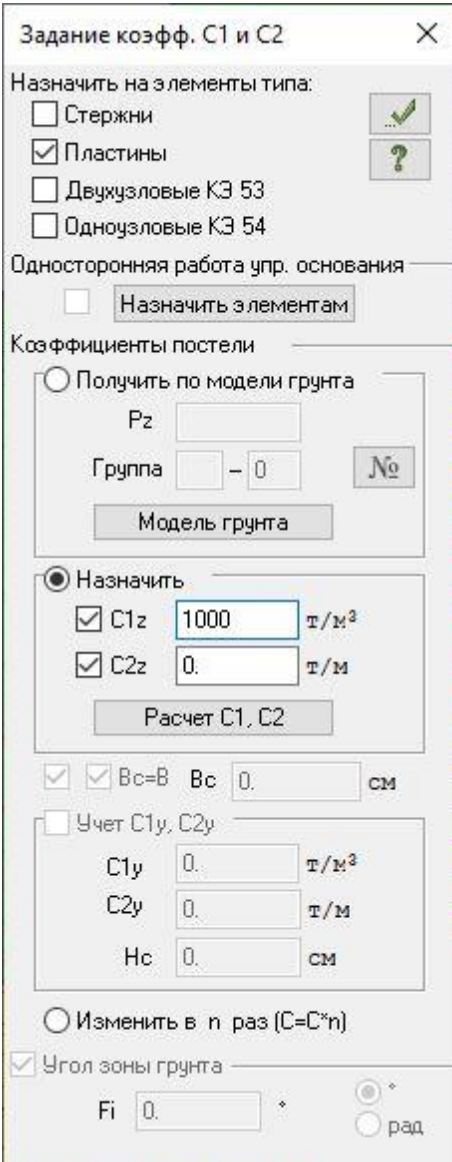

Рис.11.14. Диалоговое окно **Задание коэфф. C1 и C2**
- Щелчком по кнопке  – **Коэффициенты постели C1, C2** (панель **Жесткости и связи** на вкладке **Создание и редактирование**) вызовите диалоговое окно **Задание коэфф. C1 и C2** (рис.11.14).